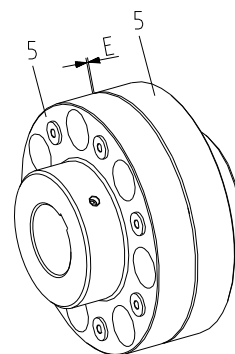

Рис. 21
- Переместите агрегаты в осевом направлении так, чтобы выдержать размер «Е» (см. рис. 21).